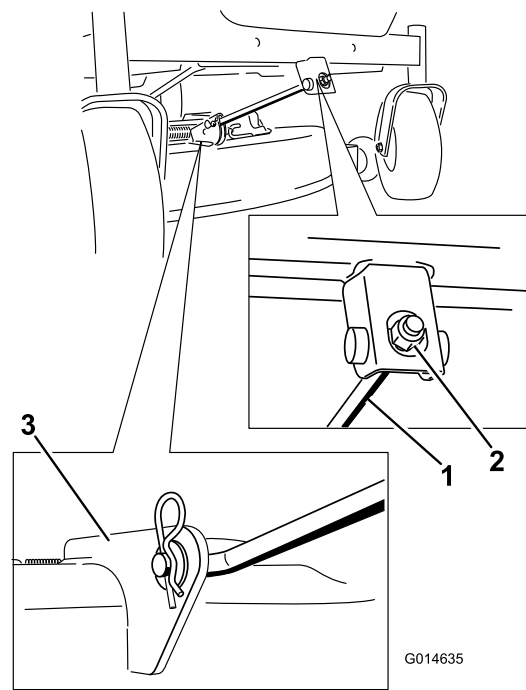

Bild 65
4. Entfernen Sie den Splint von der vorderen Stützstange und entfernen Sie die Stange von der Mähwerkhalterung (Bild 65). Lassen Sie die Vorderseite des Mähwerks vorsichtig auf den Boden ab.
- Befestigen Sie die vordere Stützstange mit den Lastösenbolzen und Splints am Mähwerk (Bild 65).